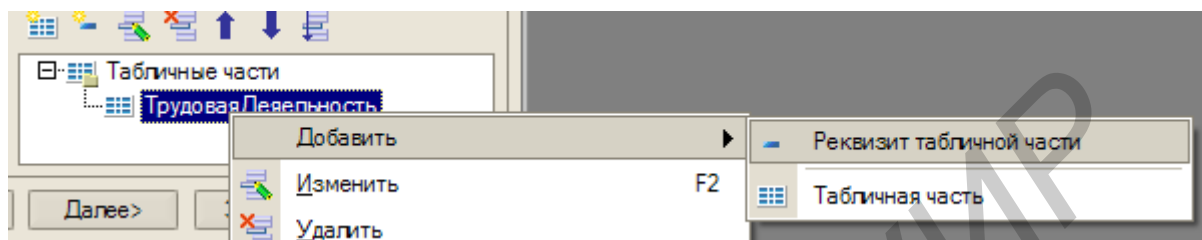

Рис. 4.10. Добавление реквизитов табличной части
3. Создайте реквизиты табличной части «ТрудоваяДеятельность» (рис. 4.10):